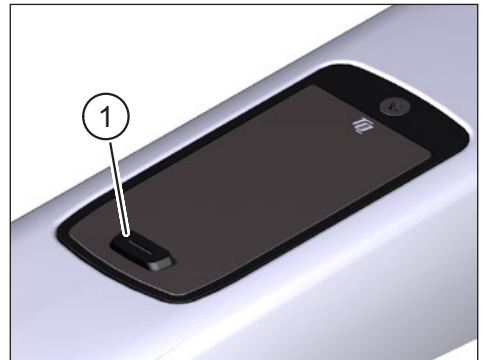

Fig. 1: Display
- ▶ Inschakelen Drive Unit door **kort** op de knop te drukken (Pos. 1 in Fig. 1) op de Display.
- ▶ Drive Unit uitschakelen door **lang** op de knop (Pos. 1 in Fig. 1) op de Display.